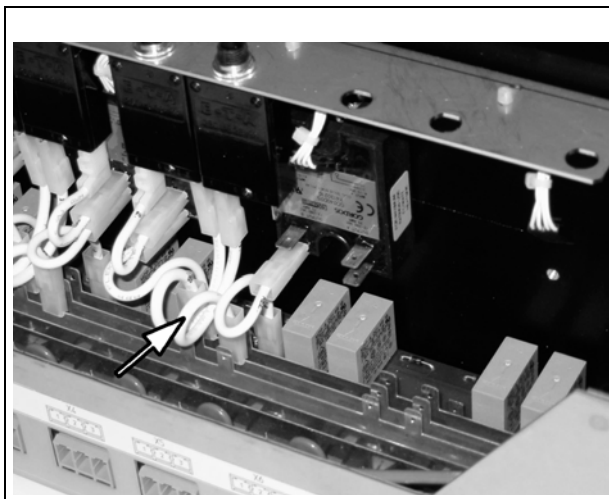

рис. 7-2: Монтажный кабель на шине питания и расцепитель максимального тока
10. Насадить конец монтажного кабеля с маркировкой «BR» на плоский штекер шины питания (см. Рис. 7-2, страница 7-37).